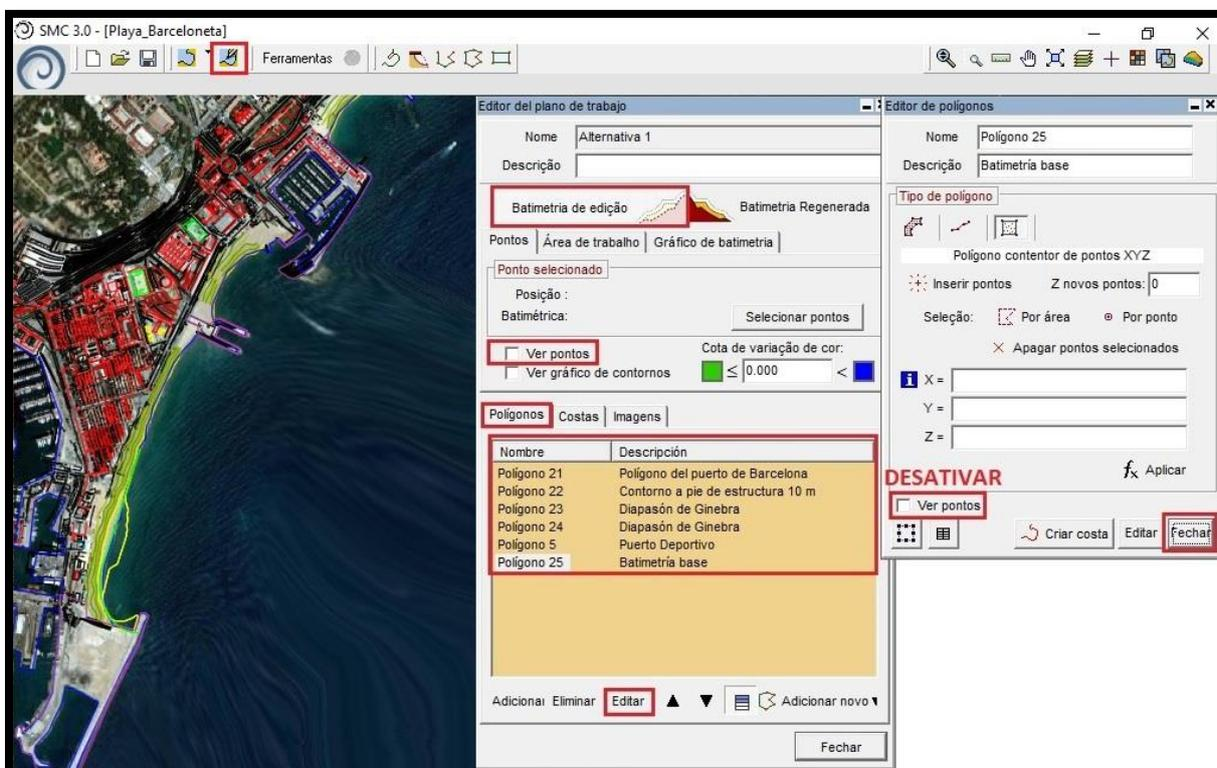

Figura 4 – Zoom ideal da imagem a ser trabalhada, com os editores de trabalho e polígonos visíveis.
- 4) Certificar-se que o modo de “Batimetria de edição” (Figura 4) está ativo. Caso contrário, se o modo “Batimetria regenerada” estiver ativo, tanto os botões dos elementos modificadores como a subaba “Polígonos” não estarão visíveis. Além disso, a interface do programa MOPLA estará disponível;
- 5) A fim de ter a área de trabalho mais limpa para obter uma melhor visualização, desativar os pontos da batimetria em todos os polígonos existentes da lista. Para isso, na aba “Polígonos”, clicar em “Editar” e no “Editor de Polígonos” desativar “Ver pontos” (Figura 4);
- 6) Para avaliar a forma em planta da praia é necessário basear-se na foto aérea incorporada. Com o zoom (), aproximar o máximo possível da área de estudo, porém, prezando pela qualidade da imagem, como apresentado na Figura 4.